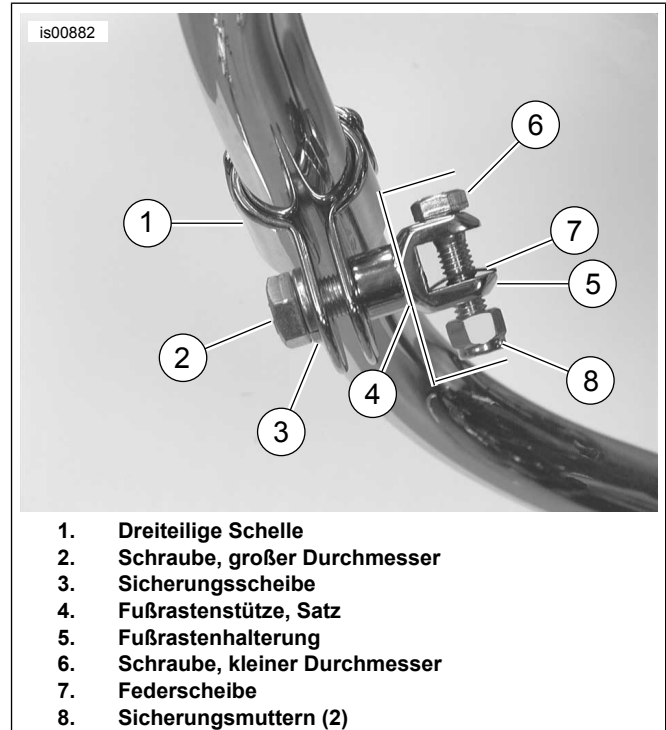

Abbildung 1. Montage des Fußrastenbefestigungssatzes (Fußraste nicht abgebildet)
- Die vier kleinen Halbrundschrauben abnehmen, von denen die dreiteilige Schelle (1) zusammengehalten wird. Die Schelle um den Motorschutzbügel herum auf den geraden, aufrechten Teil des Motorschutzbügels anbringen. Die Halbrundschrauben wieder anbringen und mit 1 N·m (9 in-lbs) anziehen.
- Siehe Abbildung 1. Die Enden der dreiteiligen Schelle mit einer Schraubzwinde oder Grippzange zusammendrücken und die Schraube mit großem Durchmesser (2) mit der Sicherungsscheibe (3) und der Fußrastenhalterung (5) der Abbildung entsprechend anbringen. Die Schraube zu diesem Zeitpunkt von Hand anziehen. Zur Montage der Fußraste auf der anderen Seite des Motorrads ebenso verfahren.